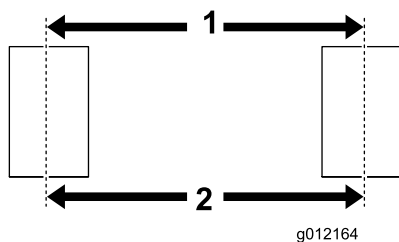

Figura 4
2. Mida la distancia entre centros a la altura del cubo por delante y por detrás de los neumáticos (Figura 4).